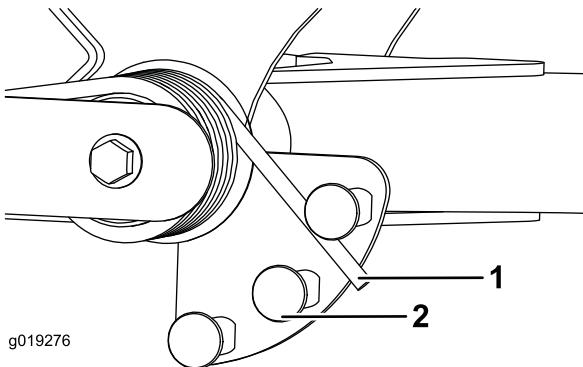

Figura 38
2. Inserite un tubo o un oggetto similare sull'estremità della molla lunga e giratelo attorno all'attuatore della molla nella posizione desiderata (Figura 38).